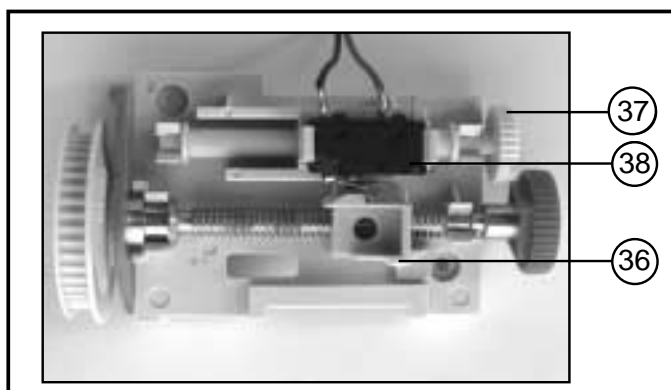

Рис. 7: Настройка референтной точки (ворота закрыты)
- С помощью малого накатного ролика поворачивайте регулировочный шпиндель (37), до тех пор, пока переключающая каретка (36) не приведет в действие переключатель референтной точки (38) (см. рис. 7). Проверните малый накатной ролик (37) еще на 1 - 2 оборота против часовой стрелки.